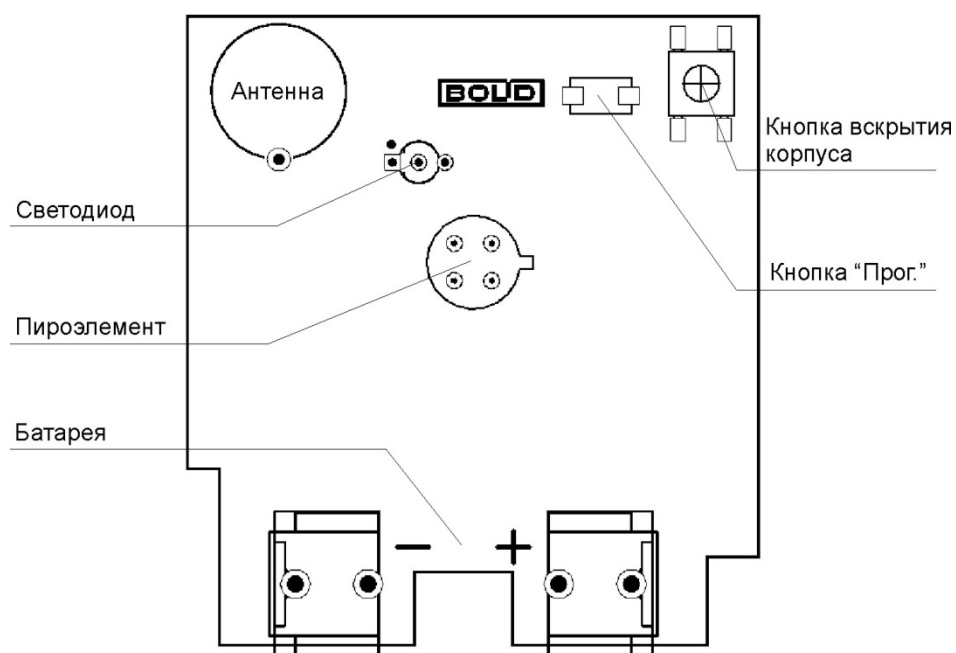

Рисунок 2.2 Расположение элементов на плате
На плате извещателя располагается элемент питания и органы управления прибором (см. Рисунок 2.2):
- Нажать кнопку «Прог.» на плате извещателя (см. Рисунок 2.2) на время более 3 секунд.
Тест качества связи запускается посредством короткого нажатия на кнопку «Прог.» на плате прибора (см. Рисунок 2.2). Запуск процедуры может занимать до 2 секунд, при этом прибор осуществляет анализ радиоэфира и регистрацию на Радиоконтроллере или оптимальном ретрансляторе.